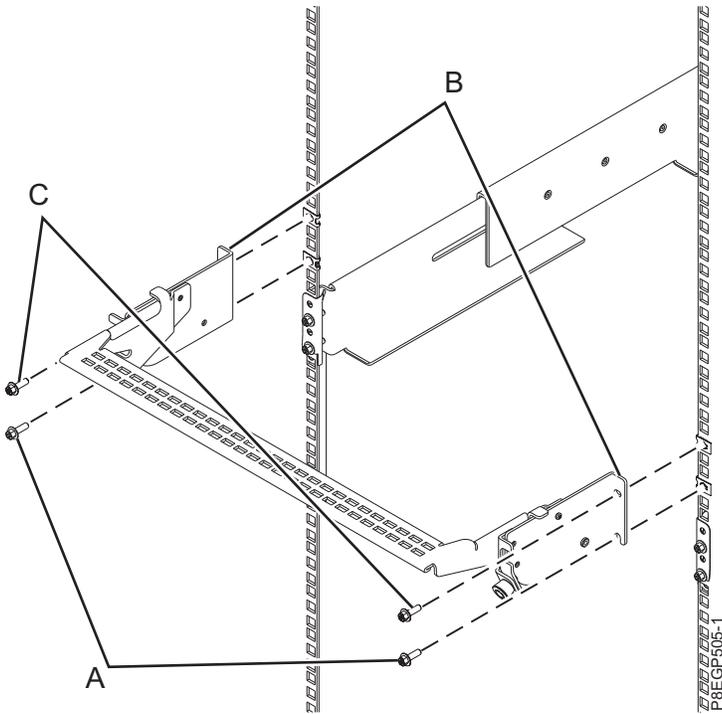

Figure 11. Installation du crochet de routage des câbles
- A l'arrière de l'armoire, serrez partiellement deux vis M5 (A) situées juste au-dessus des attaches des glissières comportant des écrous clips. Ces deux vis deviennent les vis de niveau inférieur qui permettent au crochet de routage des câbles de prendre appui contre l'armoire. Voir figure 11, à la page 14.
- Placez la partie inférieure des brides de montage du crochet de routage des câbles (B) sur les deux vis M5 pour que les brides du crochet prennent appui contre l'armoire.
- Alignez le crochet de sorte que ses brides de montage (B) correspondent aux trous supérieurs des brides de l'armoire, comme illustré dans la figure 11, à la page 14.
- Serrez complètement les deux vis M5 supérieures (C) situées au-dessus des attaches des glissières comportant des écrous clips.
- Terminez en serrant les deux vis M5 inférieures (A).